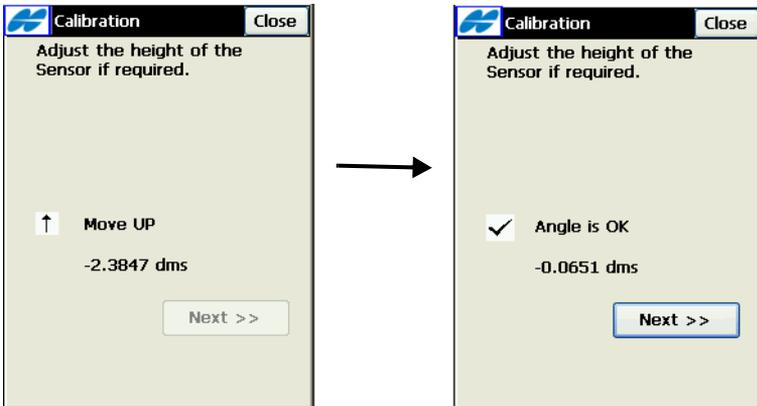

Abbildung A-15. Prüfen des Sensorwinkels
6. Passen Sie die Sensorhöhe an, damit der Winkel kleiner als 1° ist. Tippen Sie, sobald der Winkel passt, auf **Weiter** (Abbildung A-15).